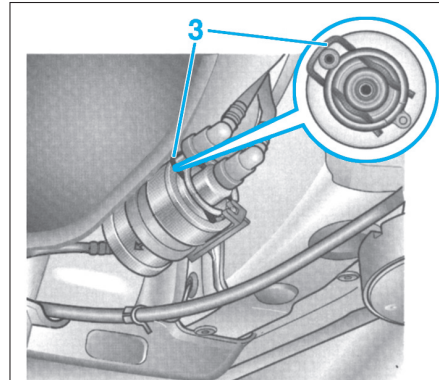

Fig. 24b
- Sur l'ensemble filtre à carburant/régulateur, retirer le clips (3) du régulateur de pression (Fig.24b).